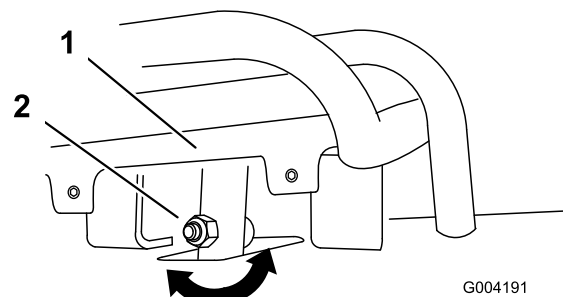
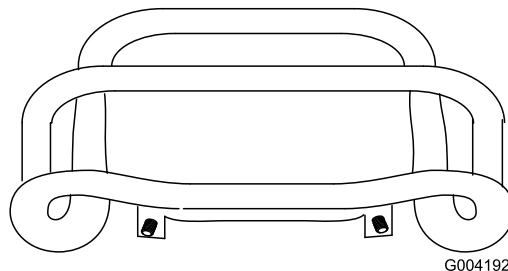

Figure 55
Figure 56
de référence, desserrez l'écrou et le boulon à embase de la tige de la commande de déplacement (Figure 55).
5. Réglez la commande de déplacement de sorte qu'elle soit de niveau et en appui contre la barre de référence lorsqu'elle est tirée tout droit en arrière (Figure 55 et Figure 56).
- C. Desserrez l'écrou et le boulon à embase dans la tige de la commande de déplacement (Figure 55).
- I. Réglez la commande de déplacement de sorte qu'elle soit de niveau et en appui contre la barre de référence lorsqu'elle est tirée tout droit en arrière (Figure 55 et Figure 56).